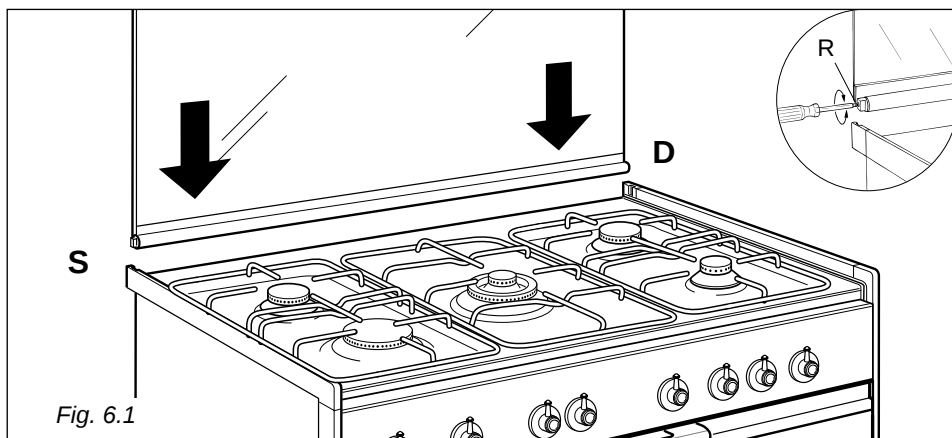

Fig. 6.1
- placer la charnière repérée “D” dans le logement de droite et la charnière repérée “S” dans le logement de gauche (fig. 6.1).
Il doit rester suspendu si ouvert à 45°. Eventuellement, régler le calibrage des ressorts des charnières à l'aide des vis (R) (fig. 6.1).